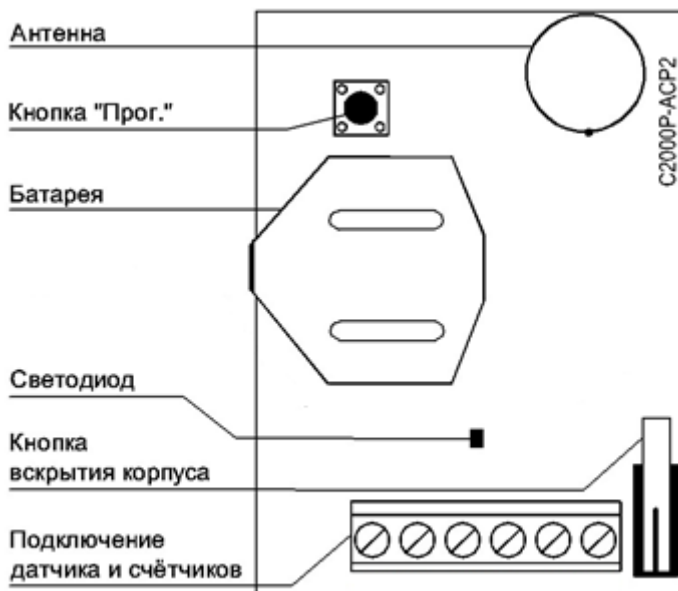

Рисунок 2.2 Расположение элементов на плате
На плате АСП2 располагается элемент питания и органы управления прибором (см. Рисунок 2.2):
- Зажать кнопку «Прог.» на плате АСП2 (см. Рисунок 2.2) на время более 3 секунд.
Тест качества связи запускается посредством короткого нажатия на кнопку «Прог.» на плате прибора (см. Рисунок 2.2). Запуск процедуры может занимать до 2 секунд, при этом прибор осуществляет анализ радиоэфира и регистрацию на оптимальном Радиоконтроллере или ретрансляторе.
- Отключите все источники питания и нажмите кнопку «Прог.» на плате устройства (см. Рисунок 2.2) до полной разрядки конденсаторов (5-10 с).